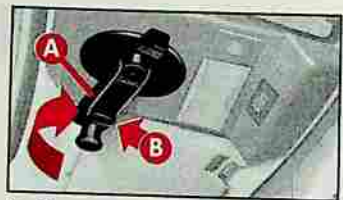

fig. 56
1) Extraire le levier de commande A-fig. 56 de son logement, jusqu'à la perception du dé clic de blocage.
1) Tourner le levier de commande A-fig. 56 dans le sens contraire à celui des aiguilles d'une montre jusqu'à la fermeture complète du toit.